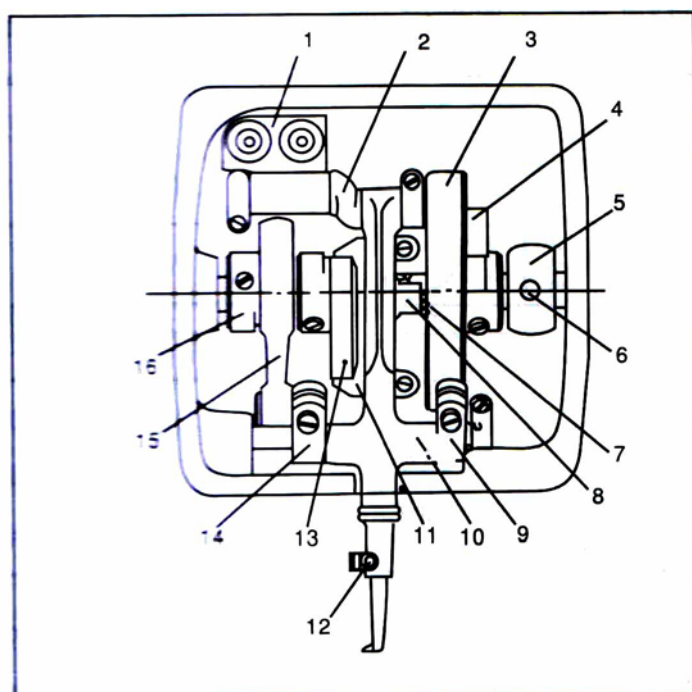
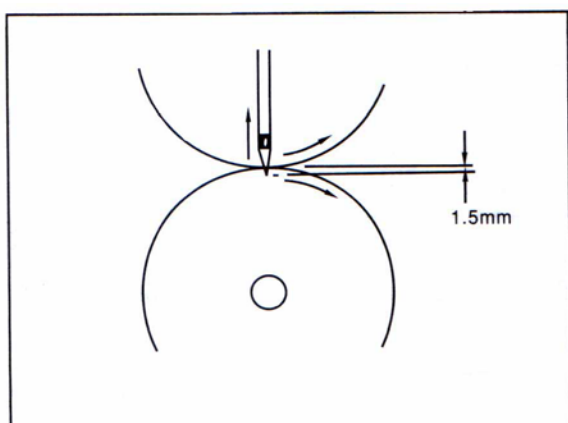
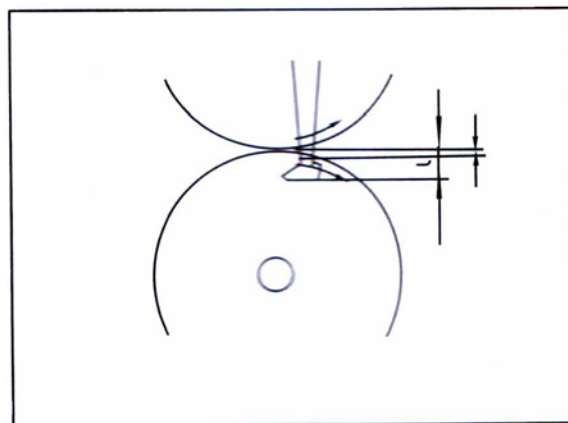
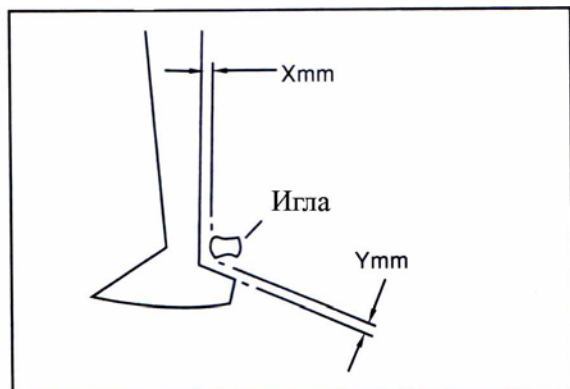

Рис. 5
Рис. 10
Рис. 11
Рис. 12
Перед регулировкой должна быть осуществлена синхронизация, грубая установка кулачка и эксцентрик. Прежде всего, поверните маховое колесо слева от машины, установите игловодитель в максимальную переднюю позицию, затем откройте крышку, осуществите грубую установку кулачка и эксцентрик в соответствии с рис. 5.
В момент, когда игловодитель возвращается, острие иглы должно выступать перед краем заднего ролика на расстояние 1,5 мм, см. рис. 10. Если требуется регулировка, то нужно ослабить крепежный вид эксцентрика на главном вале (рис. 5) и крутить эксцентрик до тех пор, пока не установите необходимую синхронизацию, затем затяните винт эксцентрик.
Когда петлитель находится в крайнем переднем положении, зазор ( $t$ ) между острием петлителя и краем заднего диска должен быть: для GP4-4,  $t=6^{+0.3}$  mm; для GP4-5,  $t=6.5^{+0.3}$  mm; для GP4-6,  $t=7.5^{+0.3}$  mm. При необходимости ослабьте винты (рис. 5), переместите петлитель внутрь или наружу и снова затяните винт (рис. 11).
1) Между петлителем и иглой должен быть зазор согласно (рис. 12) и таблицы, когда игла находится в крайнем заднем положении. Если необходима регулировка, ослабьте винт держателя петлителя (рис. 5), поверните петлитель (без перемещения наружу или внутрь, чтобы сохранить зазор между острием петлителя и краем заднего ролика).